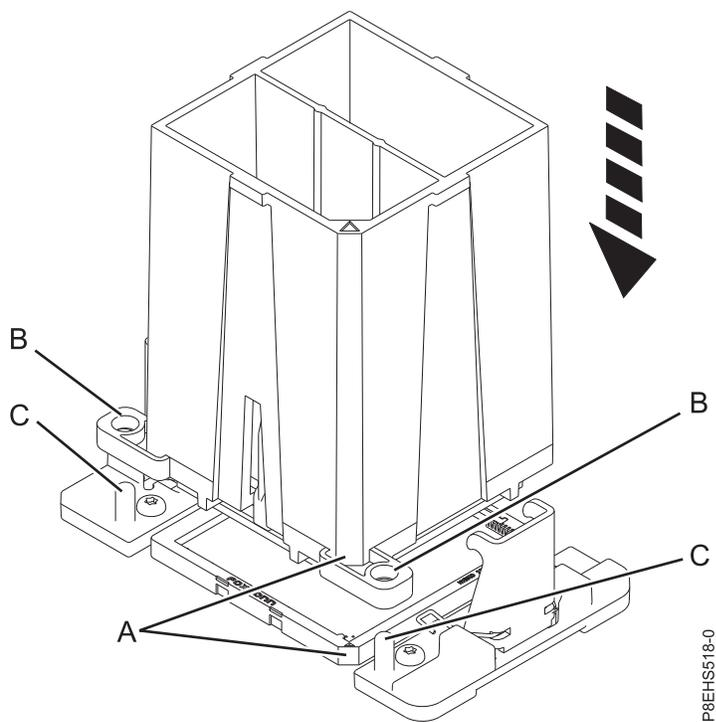

Figura 75. Instalando o módulo de processador do sistema
- b. Abaixar a ferramenta e o módulo de processador do sistema no soquete. Alinhe o canto chanfrado **(A)** da ferramenta com o canto chanfrado no soquete. Assegure-se de que os dois pinos guias **(C)** estejam inseridos nos orifícios de alinhamento **(B)** em cada lado da ferramenta. Tome cuidado para abaixar a ferramenta uniformemente sem inclinar a ferramenta. Consulte Figura 75 na página 77.